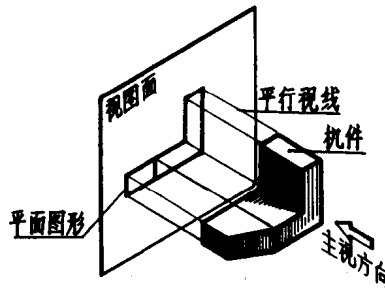
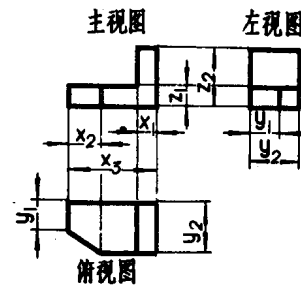
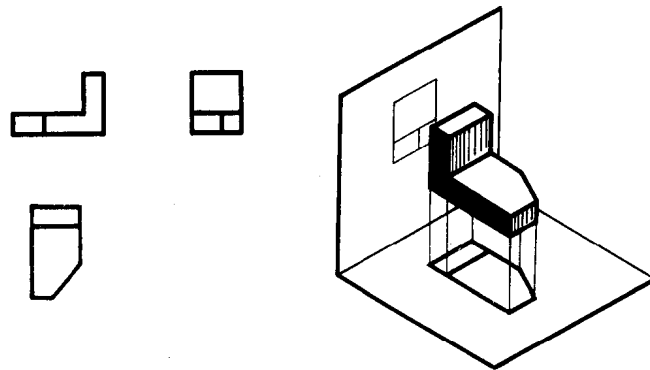
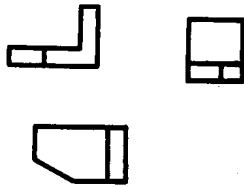

图3 选定机件的主视方向
图5 各视图间的对应关系，应严格遵守“三等规律”
图6 俯视图改变了机件的原来位置
图8 主、俯视图长不对正
③当观察机件的主视方向确定以后，再从其他方向观察机件时，则不准变动机件的原来位置，如图3至图5所示。图6至图8是几种不正确的画法。